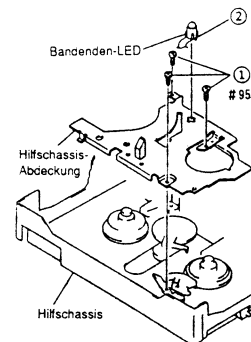

Abb. 2-44
- Drei (3) Befestigungsschrauben der Hilfschassis-Abdeckung entfernen (siehe Abb. 2-44).
- Eine (1) Lasche freigeben und die Bandenden-LED von der Hilfschassis-Abdeckung abnehmen.